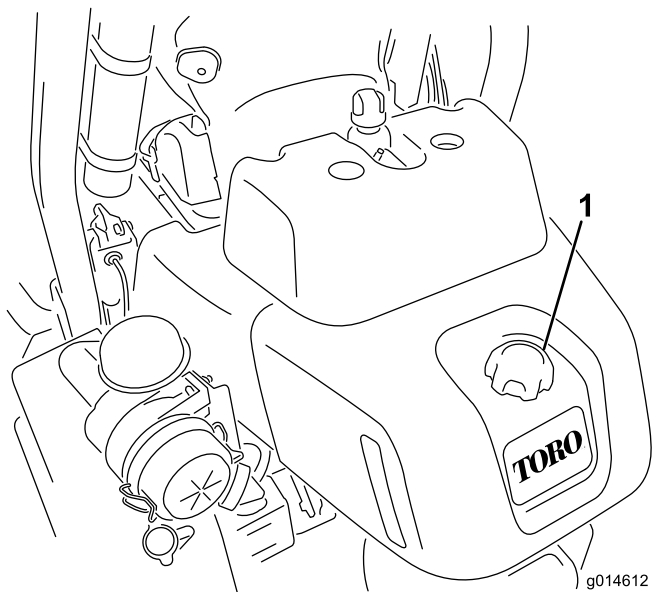

Figura 28
1. Pulite attorno al tappo del serbatoio del carburante (Figura 28).